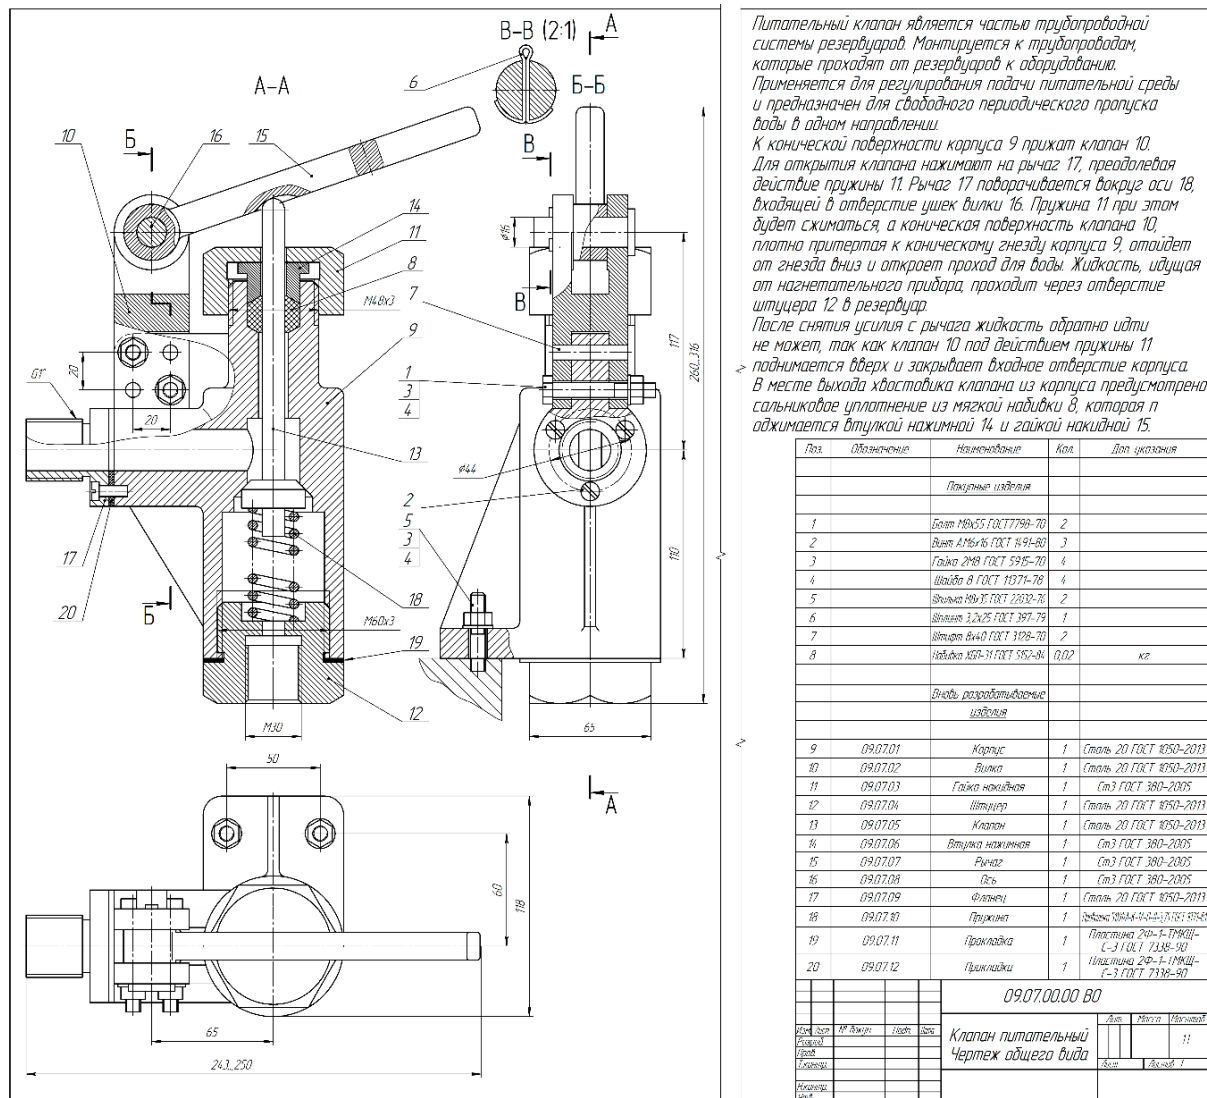

Рис. 10
Индивидуальное задание по детализированию (рис. 10) содержит чертеж сборочной единицы (чертеж общего вида, сборочный чертеж), описание работы последней; таблицу составных частей, содержащую
Рассмотрим последовательность чтения чертежа общего вида (см. рис. 10).
1. Выясните наименование изделия, изображенного на чертеже. На рис. 10 рассмотрите основную надпись, по ней вы можете узнать наименование сборочной единицы – *Клапан питательный*. Изучите описание, которое прилагается к учебному чертежу общего вида